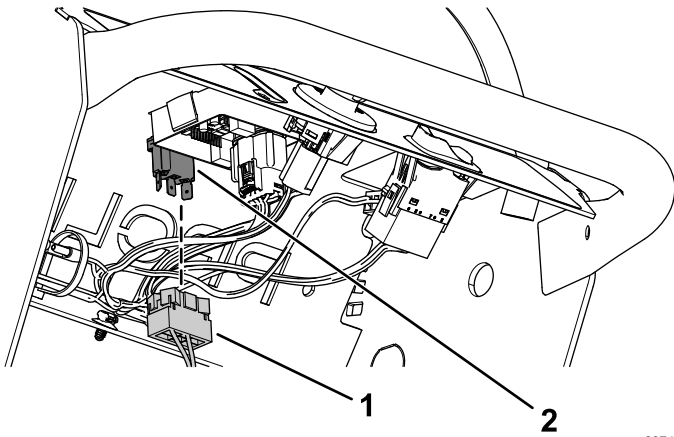

Figura 6
5. Ligue o conector no conector do interruptor de comutação (Figura 6).